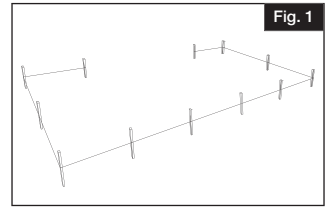

Fig. 1
- Establezca la línea de valla colocando estacas en la zona que desea cercar. Ubique cada punto en donde necesitará un poste de extremo, esquinero o de portón, y márquelos con una estaca (Fig. 1).
Utilice un martillo de goma para fijar las cubiertas de poste en los postes (se venden por separado). Tenga cuidado de no dañar las cubiertas de poste (Fig. 1).